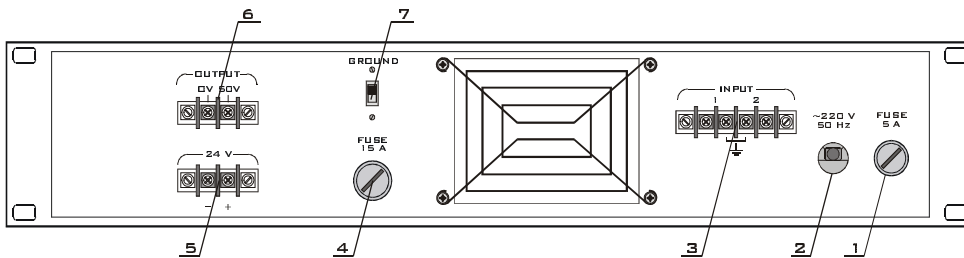

Рисунок 6
9.2.4. Розміщення клем та гнізд для підключення на задній панелі ПП вказано на рис. 6.